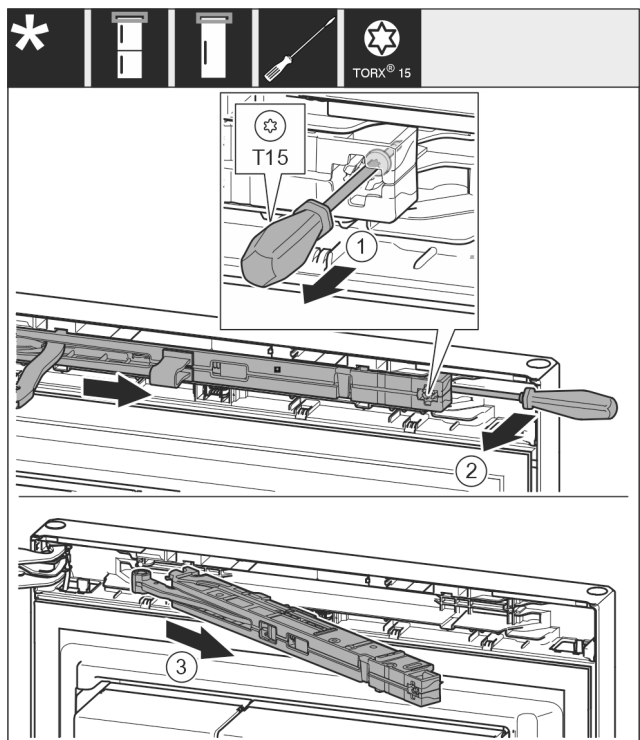

Fig. 8
► Lironi rreth 14 mm vidën në njësinë e amortizatorit të mbylljes me një kaçavidë T15. Fig. 8 (1)
► Futni një kaçavidë nga prapa njësisë së amortizatorit të mbylljes në anën e dorezës dhe shtyjeni njësinë nga përpara. Fig. 8 (2)
► Tërhiqni jashtë njësinë e amortizatorit të mbylljes. Fig. 8 (3)